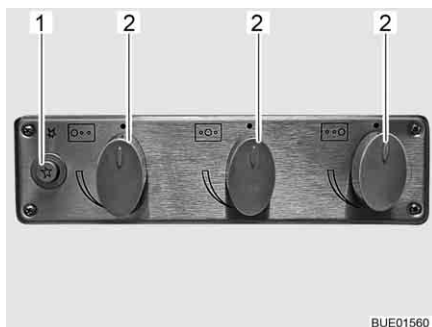

Bild 166 Reglage, knappar för gasspis
- Vrid vridregulatorn (Bild 166,2) till önskad låga till tändningsläge (stor låga).
- Tryck på tryckknappen (Bild 166,1). Automattändningen alstrar tändgnistor. Ett klickande ljud hörs.